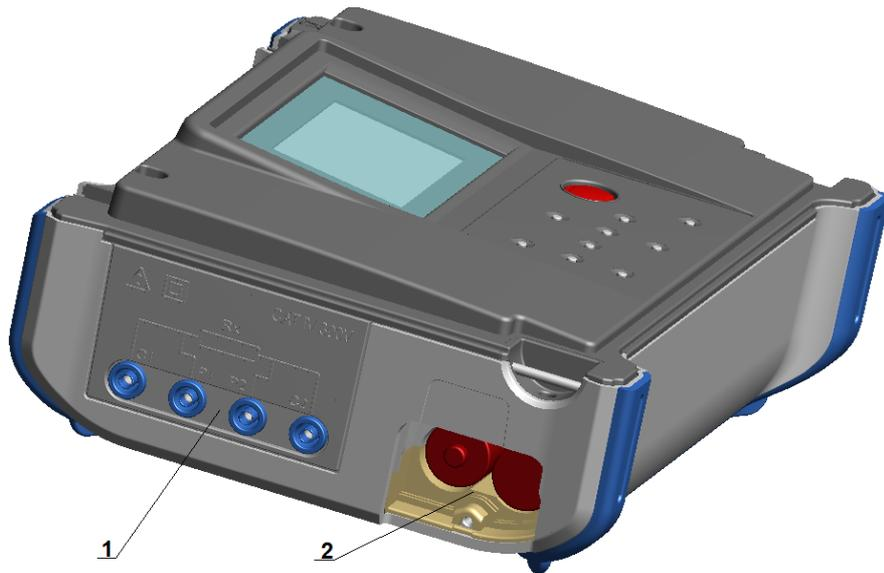

Abbildung 3.4: Messeingänge/-ausgänge und Akkufach
- Deckel des Akkufachs (Abbildung 3.4).